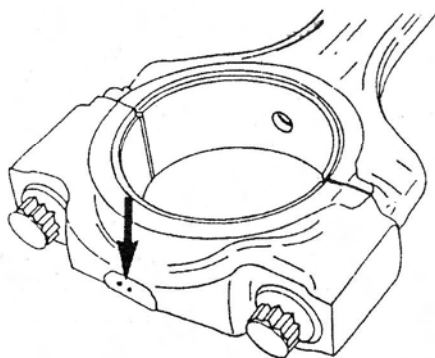

Рис. 40. Маркировка на нижней стороне шатуна. Могут быть выбиты одно или два кернения.
- Вкладыши подшипников шатунов могут быть различных диаметров. На нижней стороне шатунов нанесены одно или два кернения (рисунок 40). Если имеется одно кернение, вкладыши должны иметь синюю маркировку (на боковой стороне вкладыша). При двух кернениях (как показано на рисунке) цветная маркировка отсутствует.